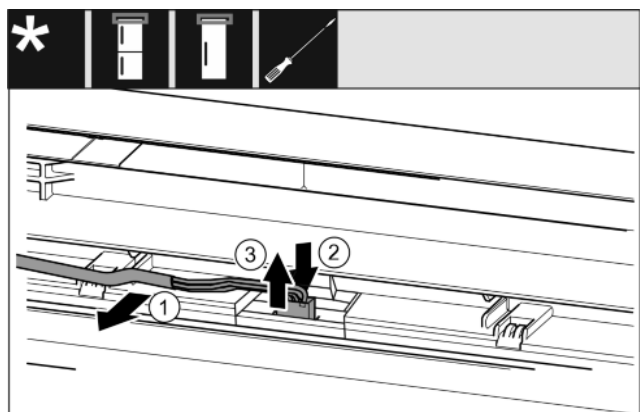

Fig. 16
- ▶ Sivý kábel opatrne uvoľnite z vedenia vo dverách. Fig. 16 (1)
- ▶ Sponu za zástrčkou potlačte dozadu. Fig. 16 (2)
- ▶ Zástrčku opatrne vytiahnite nahor. Fig. 16 (3)